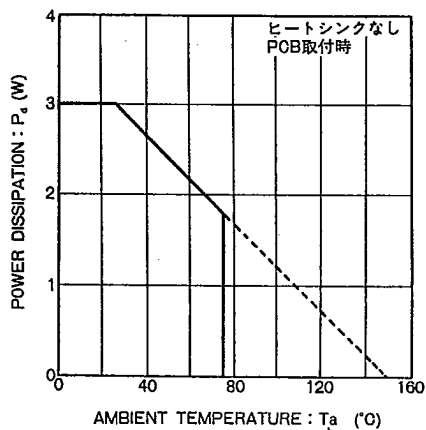

Fig. 3 熱軽減率曲線
2. 直流負荷抵抗 R_S は Fig. 3 の熱軽減率曲線を参照し、許容損失 P_d を越えないように設定してください。許容損失を越えるような使い方をすると、回路が正常に動作しないことがあるので注意してください。